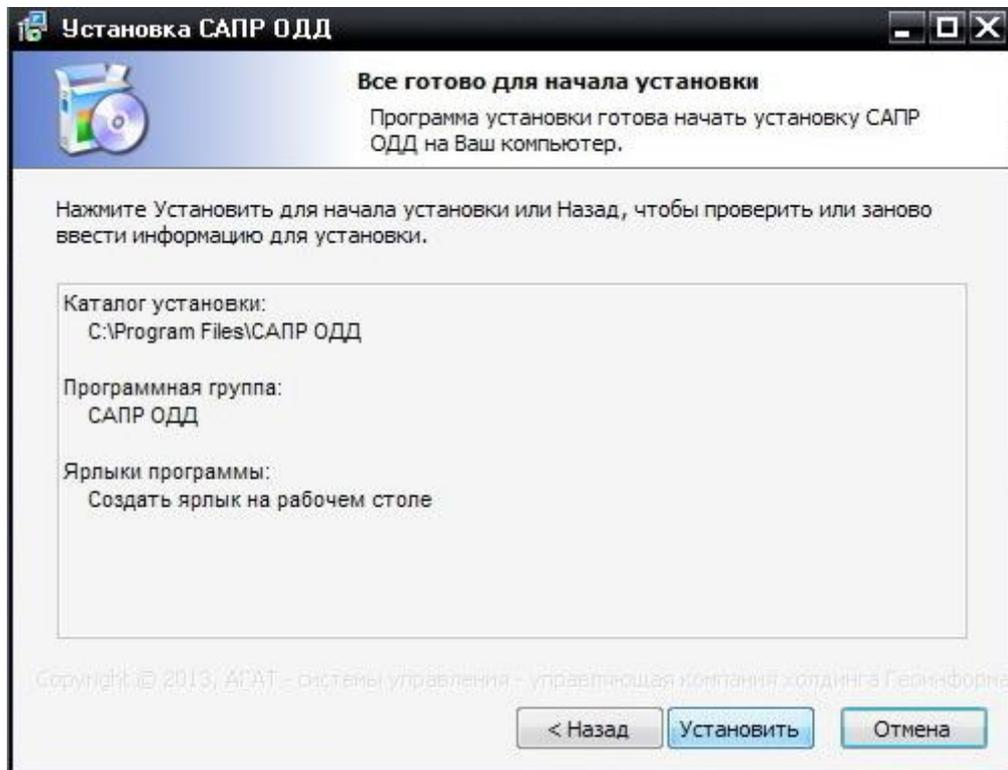

Рисунок 10
5) на экране появится сообщение "Все готово для начала установки". Нажать кнопку "Установить" (рис. 10);